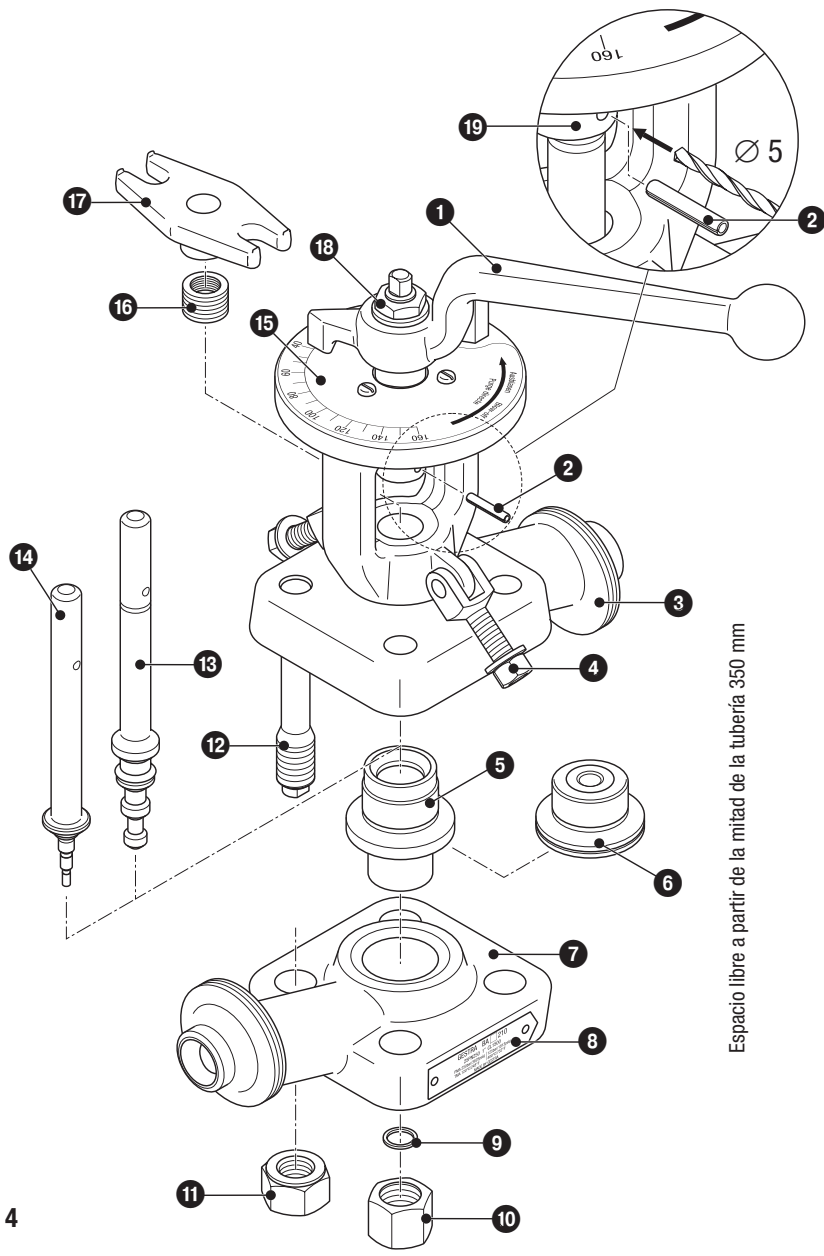
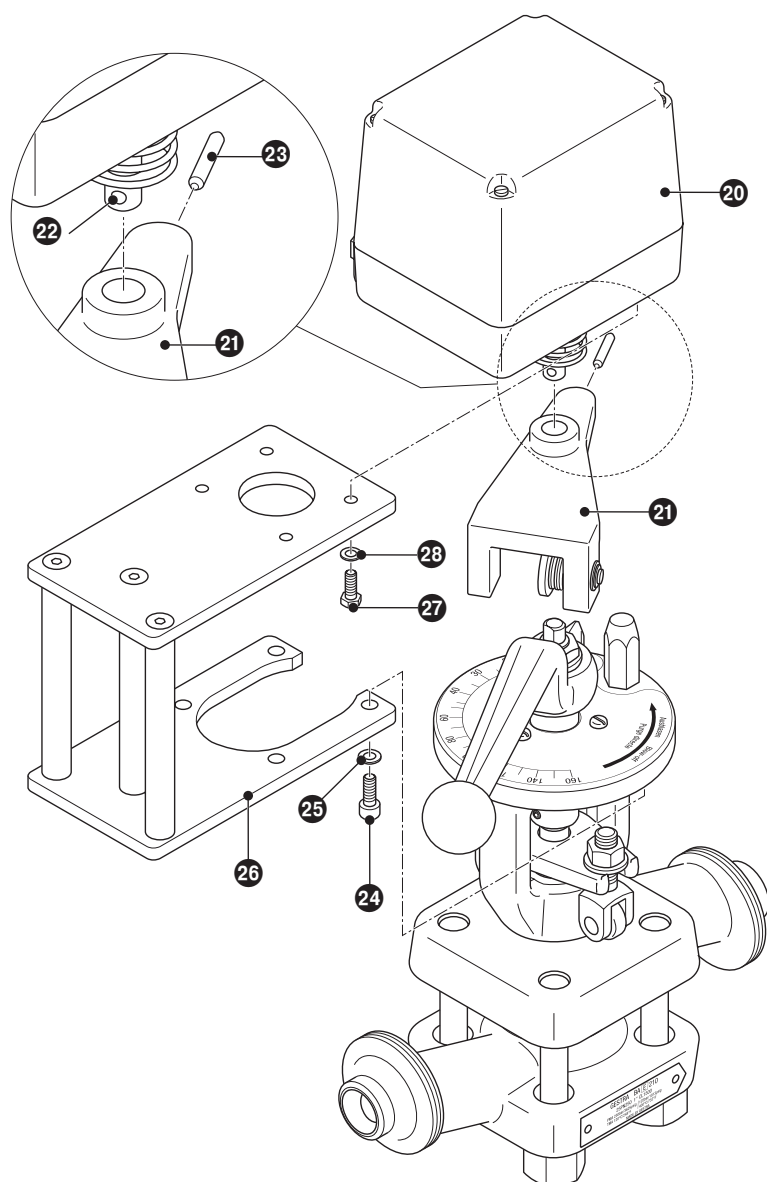

Fig. 4
Fig. 5
1. Observar la posición de montaje. La palanca de regulación ❶ debe poder moverse libremente.
3. Tener en cuenta un espacio libre. Si la válvula de purga de sales está montada fija, se requerirá un espacio libre para el mantenimiento, el desmontaje o el montaje ulterior del accionamiento. **Fig. 4, Fig. 5**
BAE 210, BAE 211: El accionamiento **EF 2** está ajustado de fábrica en la posición «CERRADA» (posición de escala «0»), en la «POSICIÓN DE OPERACIÓN» (posición de escala «120») y en la posición «ABIERTA» (posición de escala «160»). **Fig. 5**